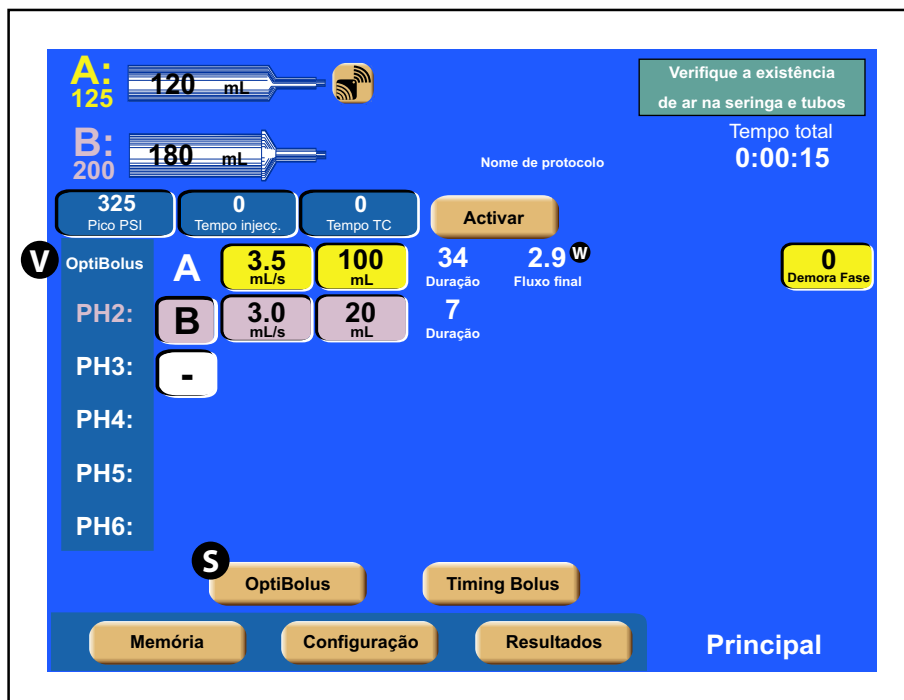

Figura 3-1-6 Tela de injeção de OptiBolus da console (Modo Monopaciente mostrado)
**OptiBolus (opcional) **S**** - Este botão só está ativo se existir uma chave na porta do OptiBolus, localizada na parte posterior da unidade de alimentação. Premir este botão permite ao operador programar uma injeção de OptiBolus. O modo OptiBolus administra uma injeção com velocidade de fluxo exponencialmente reduzida que otimiza a utilização do contraste e proporciona um período prolongado de qualidade uniforme da área de interesse. Quando o botão [OptiBolus] **S** é premido, é exibido o tela mostrado na Figura 3-1-6. Repare na adição do símbolo OptiBolus **V** à esquerda da primeira fase, juntamente com a adição da Velocidade de Fluxo efectivo **W**. A Velocidade de Fluxo efectivo **W** é uma função do modo OptiBolus que é automaticamente calculada dividindo o Volume da fase OptiBolus pela Duração da fase OptiBolus. A Velocidade de Fluxo efectivo é apresentada no tela Principal, Iniciar, Injeção e Resultados da console.